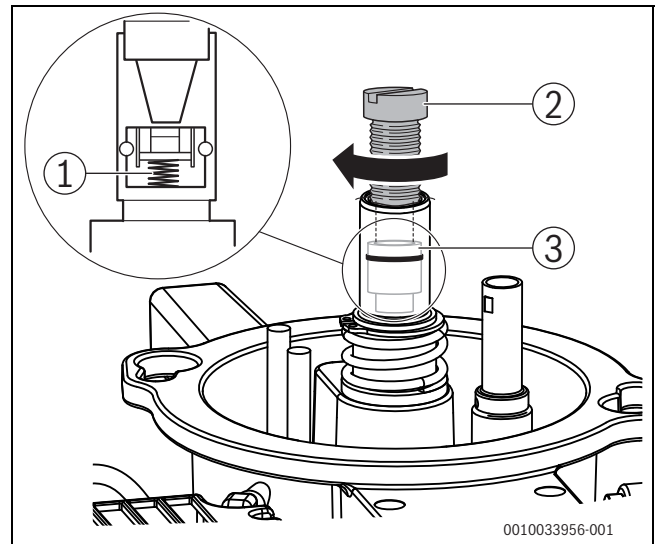

Bild 69 Abschlussventil austauschen
- Schraube M5 × 50 (→ Bild 69, [2]) einschrauben.
- Abschlussventil herausziehen (→ Bild 69, [3]).